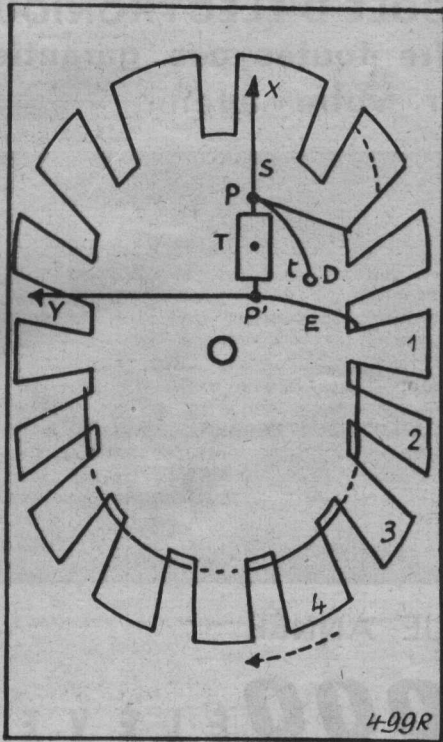

FIG. 4.
isolé sous deux couches de soie, vous commencez l'enroulement en faisant passer le fil, par exemple, sur le secteur 1 (figure 4) — en réservant une longueur de 20 centimètres environ pour la connexion à la paillette — puis sous le secteur 2, ensuite sur le secteur 3, etc., continuer ainsi jusqu'à ce que vous obteniez 34 tours de fil de part et d'autre des secteurs adjacents. Veiller, au cours du travail de bobinage, à ce que le fil soit bien serré vers le fond de chaque rainure intersecteurs. L'entrée (e) et la sortie (s) de l'enroulement seront soudées aux paillettes (p et p') ainsi que les autres connexions (t, x et y), voir fig. 4 et 5. La douille banane (D) servira à brancher en plus une antenne dans les cas de réception difficile. Les connexions (x et y) seront reliées aux bornes antenne-terre des récepteurs.